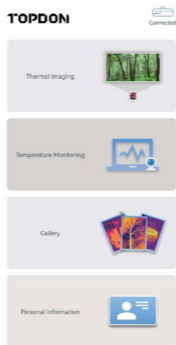

Figura 3.1.3
3. Abra o aplicativo TC002. O ícone na parte superior direita da tela inicial será exibido como "Conectado" (Ver Figura 3.1.3)